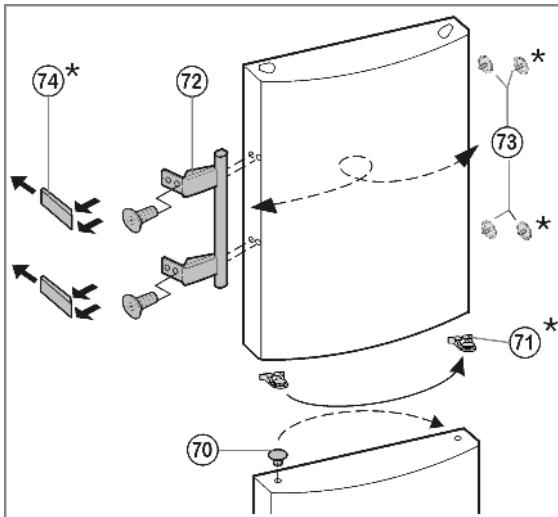

Fig. 17
- На нижней дверце: Извлеките пробку Fig. 17 (70) из опорной втулки дверцы и переставьте.
- На обеих дверцах: Снимите и переставьте на противоположную сторону дверную ручку Fig. 17 (72), пробку Fig. 17 (73) и прижимные пластины* Fig. 17 (74).